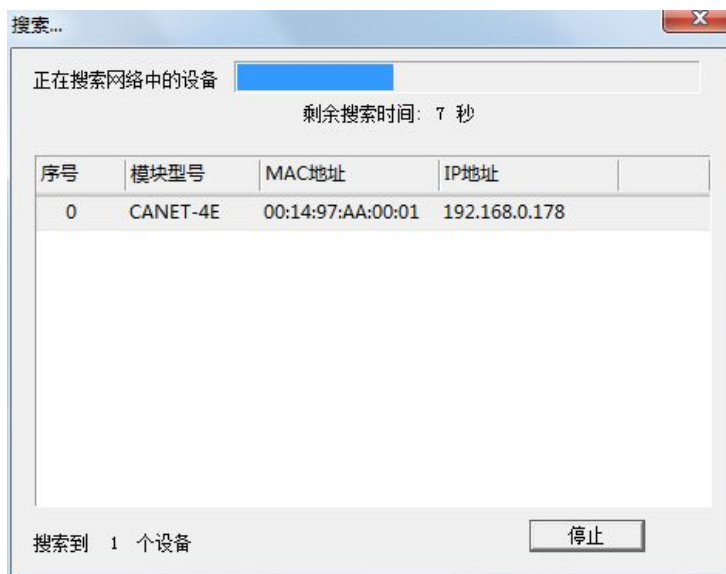

图 4.2 ZNetCom 软件搜索设备
5. 单击  出现如图 4.2 所示界面，可以获知设备 IP 地址。